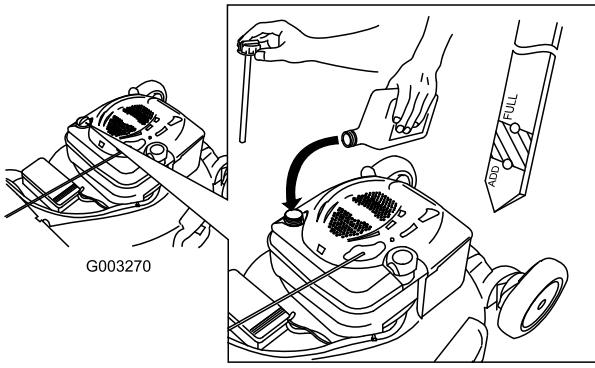

Рисунок 6
1. Извлеките масломерный щуп (Рисунок 6).
(Рисунок 6). **Не допускайте переполнения картера.** (Макс. объем масла: 20 унций. (0,59 л), тип: автомобильное моющее масло (SAE 30), имеющее классификацию API: SF, SG, SH, SJ, SL и выше.)